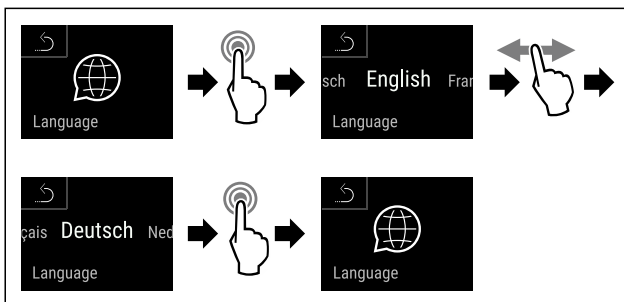

Fig. 89
- Obavite korake postupka (pogledajte Fig. 89).